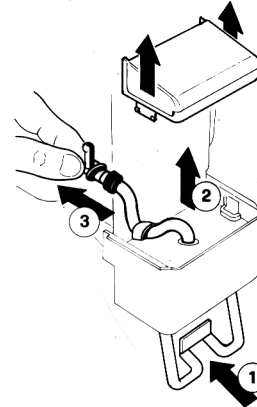

Bild 9
2 - Den Betätigungshebel des Hahns drücken (1) und den Gummischlauch des Hahns aus seinem vertikalen Sitz (2) im Hahnkörper und aus dem horizontalen Sitz (3) unten am Behälter entfernen (Bild 9).